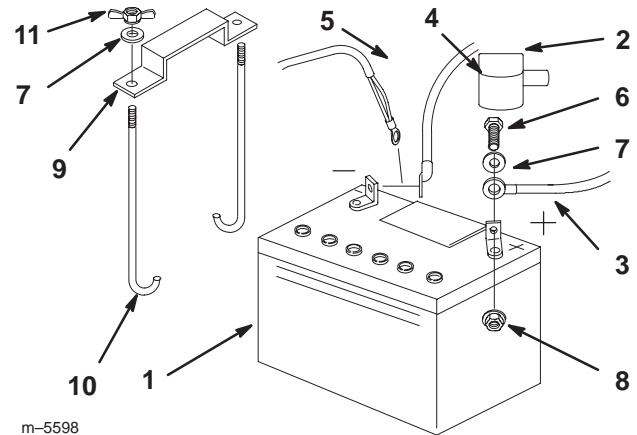

Figure 64
1. Placez la batterie dans son support en tournant les bornes vers le moteur (Fig. 64).
4. Fixez les câbles à l'aide de 2 boulons (1/4 x 3/4 pouce), 2 rondelles (1/4 pouce) et 2 contre-écrous (1/4 pouce) (Fig. 64).
6. Fixez la batterie en position avec des boulons en J, une barrette de maintien et 2 rondelles (1/4 pouce), ainsi que 2 écrous papillon (1/4 pouce) (Fig. 64).
4. Débranchez d'abord le câble négatif et le câble de masse de la borne négative (-) de la batterie (Fig. 64).
5. Ôtez le capuchon rouge de la borne positive (rouge) de la batterie. Retirez ensuite le câble positif (rouge) de la batterie (Fig. 64).
6. Retirez les deux écrous papillons (1/4") de fixation de la barrette de maintien de la batterie (Fig. 64).